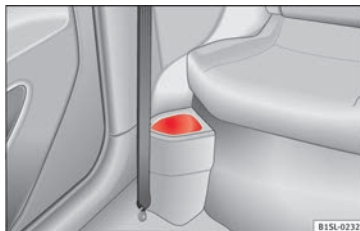

Fig. 62 À frente dos bancos traseiros: compartimento para objetos.
- À frente dos bancos traseiros » **Fig. 62.**